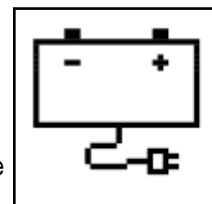

ABBILDUNG 2
- 3 **Siehe Abbildung 2.** Die Batterien von der Maschine trennen (A).